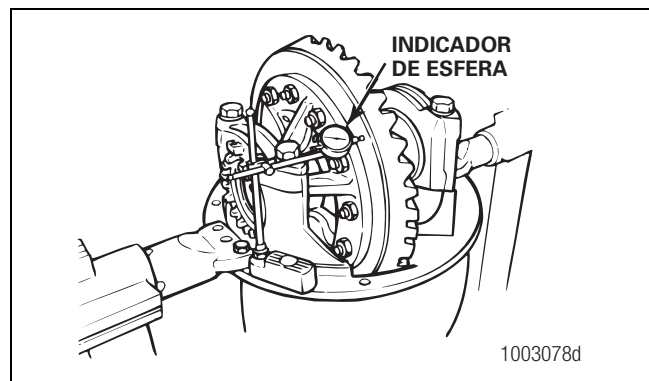

Figura 5.35
1. Fije un indicador de esfera sobre la brida de montaje del portadiferencial de manera que el indicador o buzo esté contra la superficie posterior de la corona. Figura 5.35.